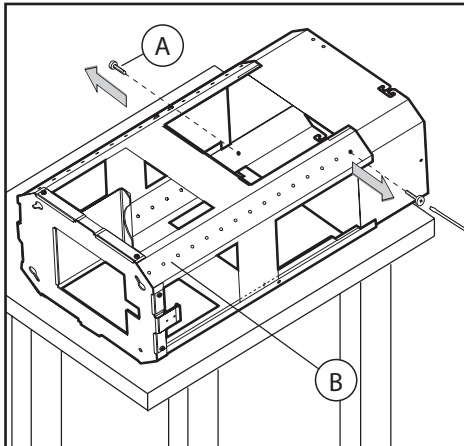

Fig.2
-Prendere la struttura dall'imballo e togliere le 2 viti **A** per separare la parte superiore da quella inferiore (Fig.2).